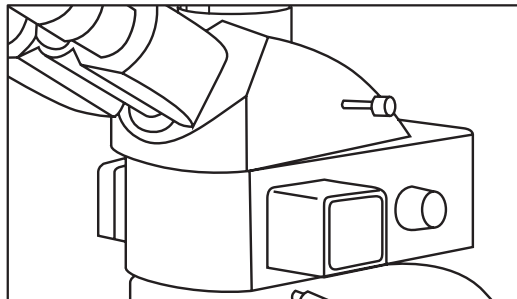

Figura 4.
b) Coloque el cabezal trinocular en el módulo de fluorescencia LED y fíjelo con el tornillo de bloqueo (Figura 4).